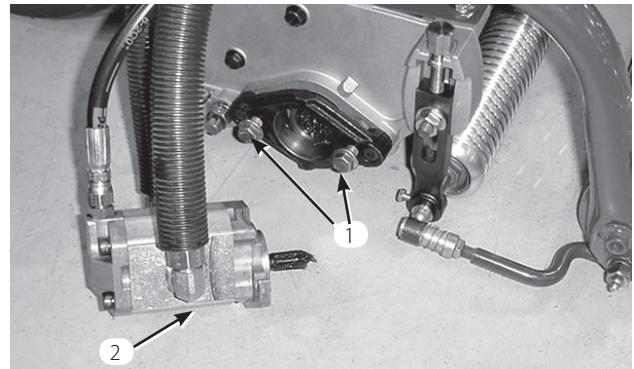

図 12
7. リールモータを固定するための取り付けボルトを各カッティングユニットに装着する。ネジ山を13 mm程度突き出させておく(図12)。
10. リールモータのシャフトのスライス部にグリスを塗布する。モータを取り付け穴に正対させ、時計方向にひねってスタッドを一回かわし、次に左回りにひねって、キャップスクリュにフランジをしっかりと掛ける。キャップスクリュを締めてモータを固定する(図12)。